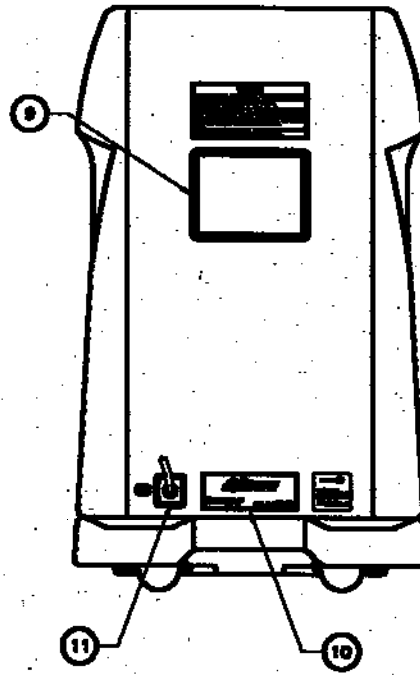

Fig. I.2
I. 2. Face arrière (Fig. I. 2)	3-FR
1. 2. Face arrière (Fig. I. 2)